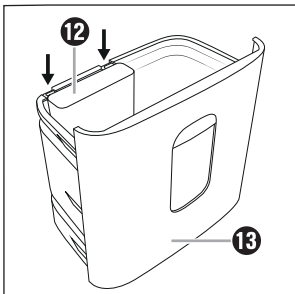

Abb. 3
- ◆ Montieren Sie den kleinen Auffangbehälter **12** im großen Auffangbehälter **13** (siehe Abb. 3).
- ◆ Montieren Sie den kleinen Auffangbehälter **12** wieder im großen Auffangbehälter **13** (siehe Abb. 3).